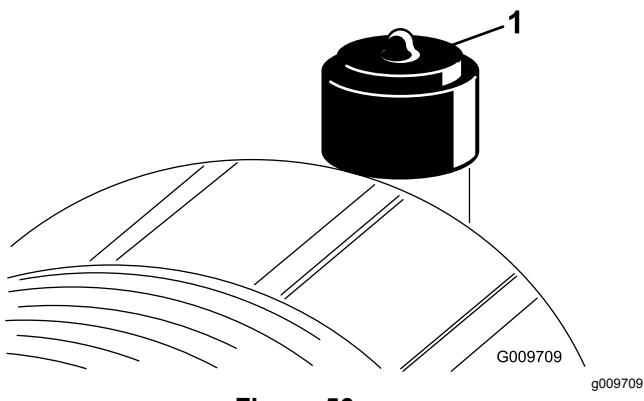

Figura 56
Faça a manutenção ao filtro de ar apenas quando o indicador de serviço (Figura 56) o exigir. Mudar o filtro de ar antes de ser necessário apenas aumenta a possibilidade de entrar sujidade no motor quando retira o filtro.
2. Reinicie o indicador (Figura 56) se este se apresentar vermelho.